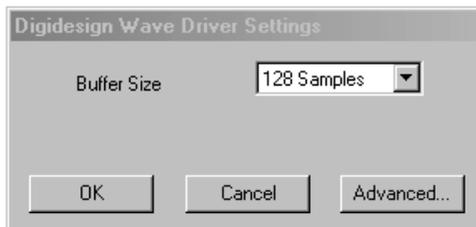

Figure 5. Boîte de dialogue Digidesign WaveDriver Settings
- 11 La boîte de dialogue WaveDriver Settings s'affiche (consultez la Figure 5, page 118).